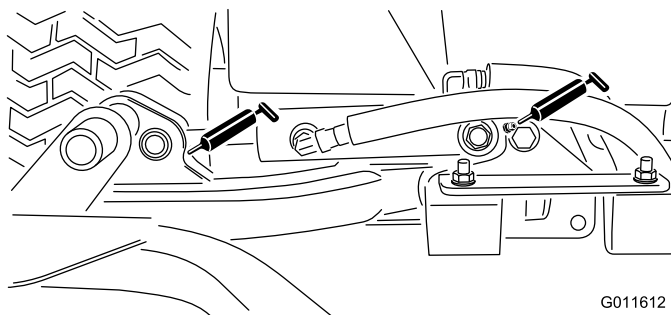

Figura 65
- Cilindri del braccio di sollevamento degli apparati di taglio (2 ciascuno) – Figura 65
- Perni orientabili del braccio di sollevamento (1 ciascuno) – Figura 65